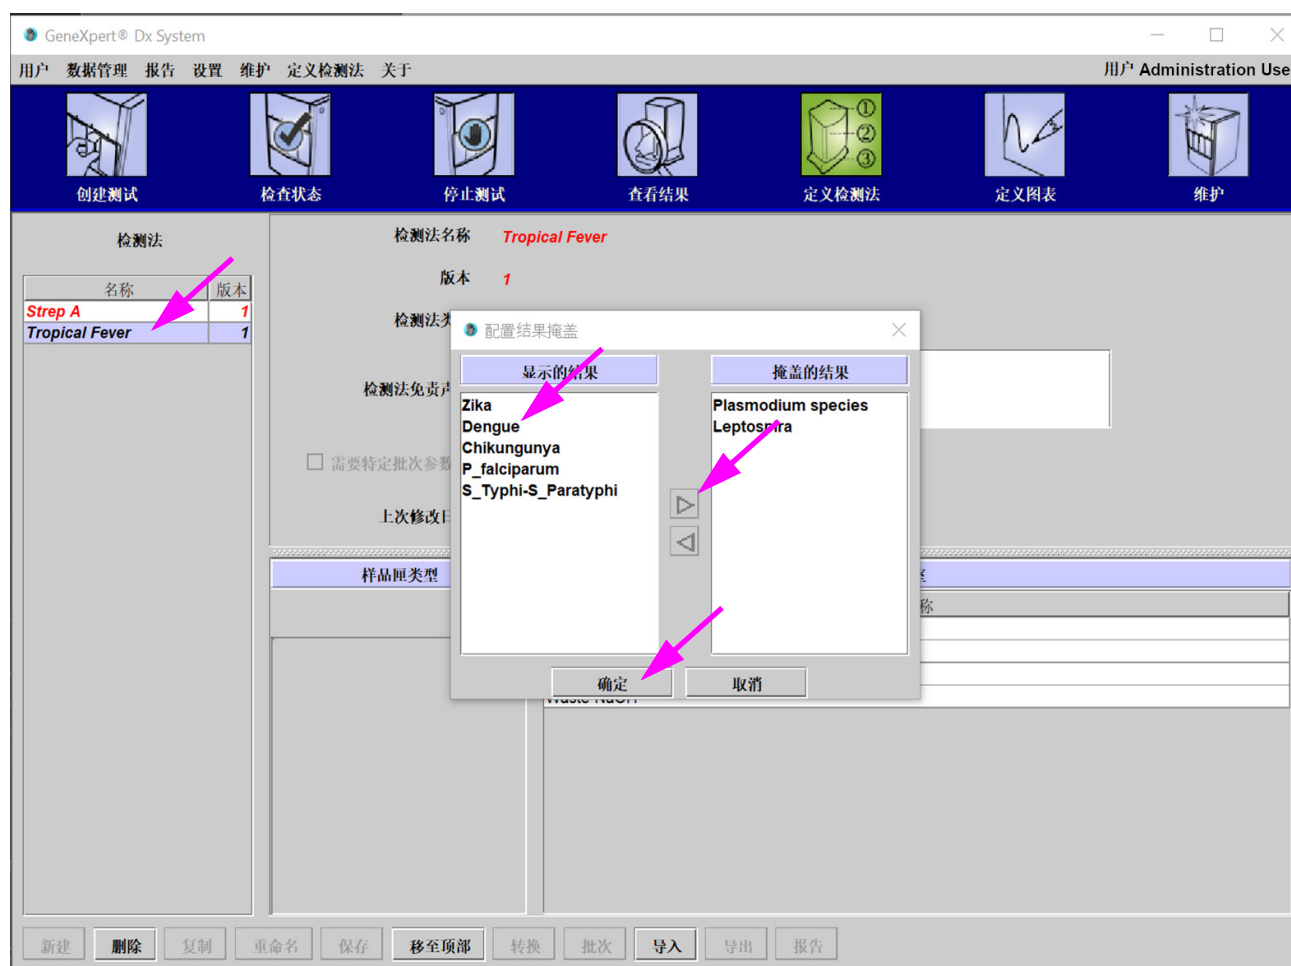

图 5-28. 定义检测法屏幕（带配置结果掩盖的叠加窗口）
定义检测法屏幕显示（参见图 5-28）。
3. 单击**配置结果掩盖**（参见图 5-28）。
- “配置结果掩盖”叠加窗口出现（参见图 5-28）。“配置结果掩盖”叠加窗口含有“显示的结果”和“掩盖的结果”两列。“显示的结果”列中的任何结果都将显示在最终检测结果中。“掩盖的结果”列中的结果将不显示在最终检测结果中。